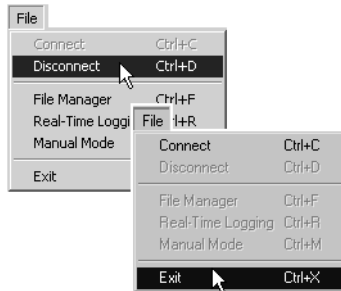

Figura 2-12. Hacer clic en Disconnect y después en Exit
8. Haga clic en **File->Disconnect**, después en **File->Exit** para salir del PC-CDU (Figura 2-12).